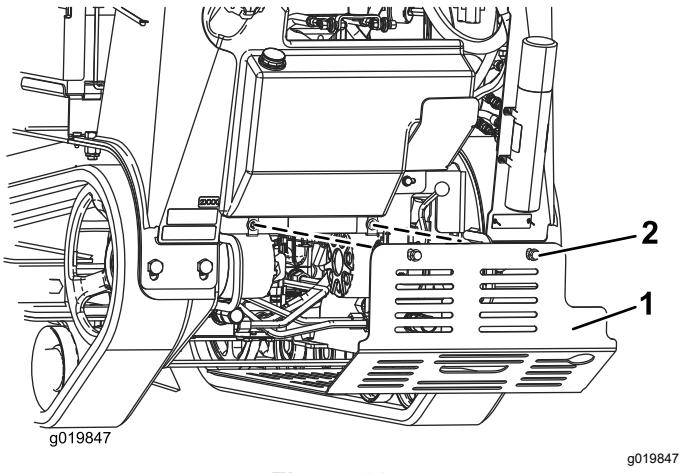

Figura 26
3. Allentate uno dopo l'altro i 2 bulloni che fissano lo schermo inferiore, fino a liberare completamente lo schermo (Figura 26).
5. Per montare lo schermo di protezione prima di mettere in funzione la macchina, fatelo scorrere nella macchina in modo che poggi su tutte e 4 le alette e fissatelo con i 2 bulloni che avete precedentemente allentato (Figura 26).